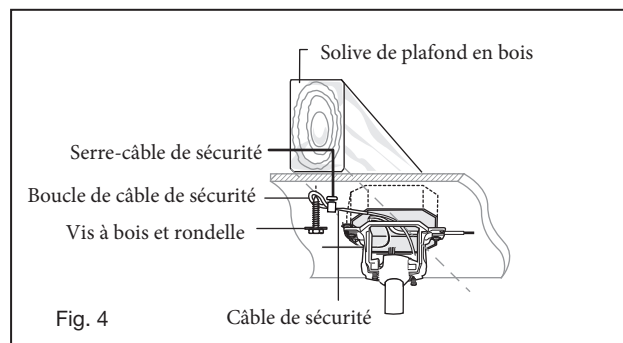

Fig. 4
- 9 Soulevez la boule / tige de suspension / ventilateur dans l'ouverture du support de suspension. REMARQUE: la languette opposée à l'ouverture du support de suspension doit s'insérer dans la fente de la boule. (Fig.4))
- 2 Connectez les fils noirs du commutateur dans le berceau A aux fils noirs dans le boîtier de commutation. Fil d'entrée chaud vers l'un des fils du commutateur du socle. Le fil d'alimentation du ventilateur est connecté au fil de l'interrupteur restant. (Fig. 4)
Un flux d'air VERS LE HAUT déplace l'air plus chaud de la zone du plafond comme illustré à la figure 4. Cela vous permet de régler votre unité de chauffage sur un réglage plus frais sans affecter votre confort.